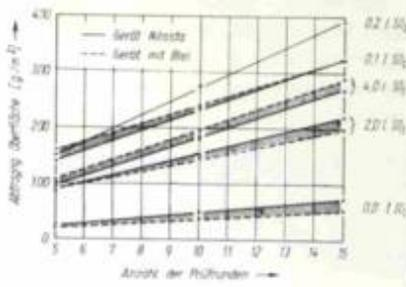

Fig. 16: Perda de massa por área em chapas de aço St 1404, conforme Norma DIN 50 018, sob diversas concentrações de SO₂ e em duas aparelhagens diferentes
e no exterior não se conhecia nem estava normalizado até então nenhum método de ensaio que fornecesse, mesmo que aproximadamente, resultados tão reproduzíveis. Mesmo que até a publicação deste método de ensaio já existisse uma experiência acumulada de dez anos, demorou na Alemanha até o ano 1963 para que fosse emitida a Norma Din 50 018. Em 1974 a ISO emitiu a Norma 3231 relativa a este método, com a aprovação de 23 países. O método de ensaio em névoa salina só foi normalizado na Alemanha em 1975 pela norma DIN 50 021. O autor publicou em 1965 um trabalho "Significado dos ensaios de corrosão, com consideração especial do ensaio em SO₂ conforme a norma DIN 50 018" (10). Um artigo relativo à reprodutibilidade de ensaios conforme DIN 50 018 com diversas concentrações de SO₂ apareceu em 1975 (13) (Fig. 16).